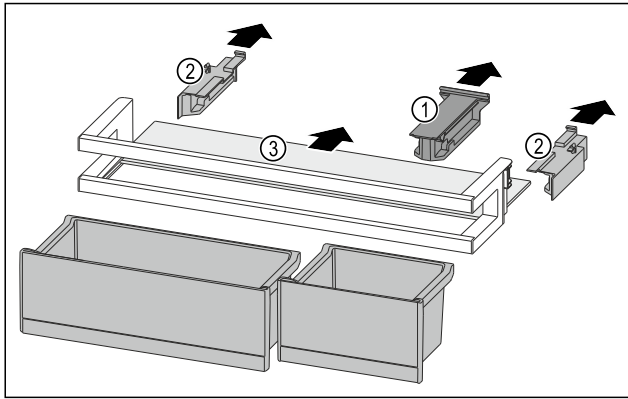

Fig. 248
- ▶ Húzza le a tartóelemet Fig. 248 (1).
- ▶ Húzza le az oldalsó részeket Fig. 248 (2).
- ▶ Vegye ki a tárolólapot Fig. 248 (3).